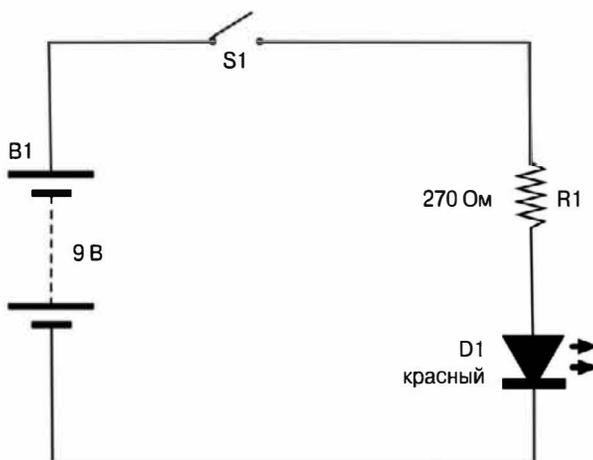

Рис. 2.14. Простая электрическая схема
Для большей наглядности при изучении принципов построения электрических схем обратитесь к рис. 2.14. Всего один раз взглянув на рис. 2.14, вы сразу поймете, почему все, что изображено на схемах, называют электрическими цепями. Действительно, все компоненты схемы соединены в единую цепь. В начале этой цепи располагается батарея, далее находится переключатель (для образования неразрывной цепи переключатель нужно включить), затем — светодиод (DI), а в конце цепь снова замыкается на батарею. Линии на электрической схеме представляют собой идеальные проводники, не имеющие сопротивления.
Соглашение, которому следуют большинство разработчиков принципиальных электрических схем, гласит, что положительная шина питания отображается сверху, что полностью подтверждается рис. 2.14. Как видите, на нашей схеме выводы источника питания (батареи) с напряжением 9 В расположены так, что внизу располагается шина 0 В, или общий провод, а по верхней шине в цепь подается напряжение 9 В.